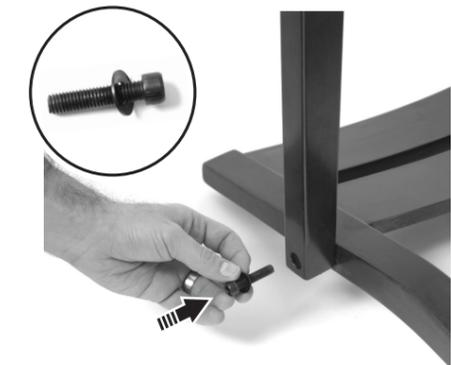

Figure 11
8. Attach the right arm frame (D) to the back frame (A) using one of the back frame bolts (G) and one flat washer (L), as shown in figure 11. **THEN, TIGHTEN ALL THREE BOLTS SECURING THE RIGHT ARM FRAME (D) TO THE SEAT FRAME (B) AND THE BACK FRAME (A)** using the supplied hex key (N), as shown in figures 12 and 13.
8. Fixer le cadre d'accoudoir droit (D) au cadre de dossier (A) avec une vis de cadre de dossier (G) et une rondelle plate (L), comme illustré à la figure 11. **SERRER ENSUITE LES TROIS VIS QUI FIXENT LE CADRE D'ACCOUDOIR DROIT (D) AU CADRE D'ASSISE (B) ET AU CADRE DE DOSSIER (A)** avec la clé hexagonale fournie (N), comme illustré aux figures 12 et 13.